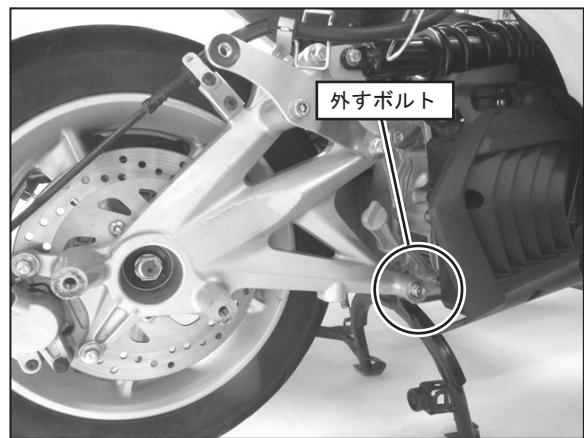

FIG. 10
10. FIG. 10 で示すボルトを外して下さい。
(FIG. 10, 11, 12 参照)